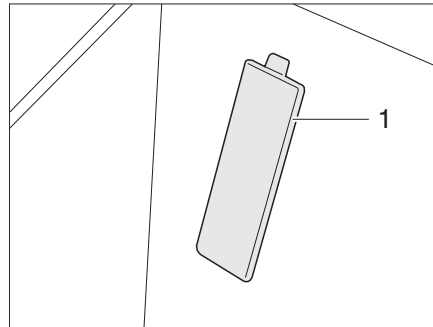

Fig. 318 Tapa del número de chasis (vehículo básico Fiat)
- ▷ En los vehículos con base de Fiat, el número de chasis se encuentra debajo de una tapa (Fig. 318,1) en la entrada del lado del acompañante.